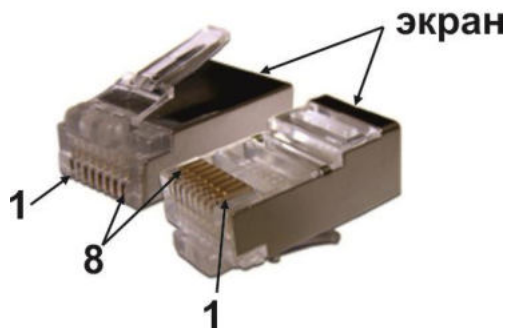

Рис. 2.1
8.1.1 Распиновка кабельной вилки RJ45 (8P8C) показана на Рис. 2.1